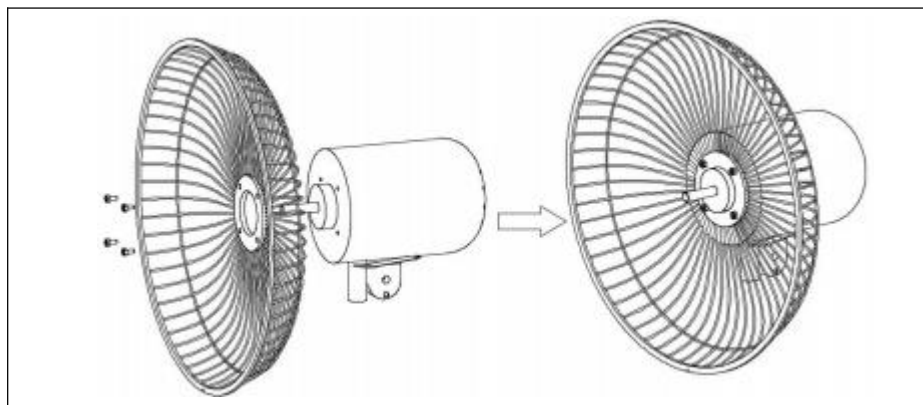

Bild 5 .
- 1). Ta bort gallerskruvarna från motorhuvudet. Fäst sedan det bakre gallret (13) på motorhuvudet med den bakre gallerskruven (15) enligt diagrammet (bild 5).